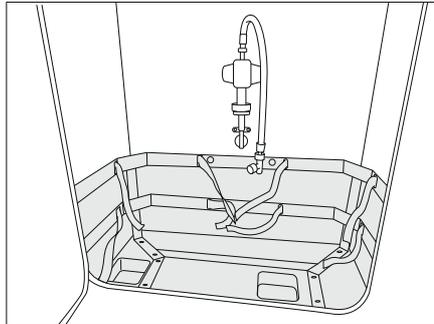
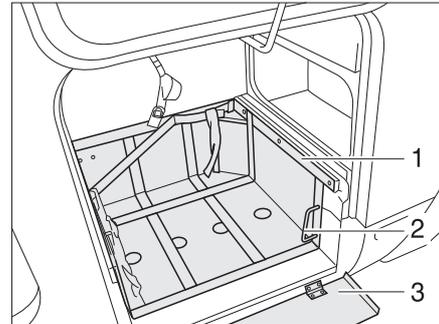

Bild 172 Gaskasten
Bild 173 Gaskasten, mit ausziehbarem Schlitten (Variante 1)
- Wenn ein Schutzblech vorhanden ist, das Schutzblech (Bild 173,3) nach unten klappen.
- Den Schlitten (Bild 173,1) über den Griff (Bild 173,2) entriegeln.
- Schlitten (Bild 173,3) bis zum Anschlag herausziehen.
- Griff (Bild 173,2) zurückdrehen.
- Den Schlitten (Bild 173,3) über den Griff (Bild 173,2) entriegeln.
- Schlitten (Bild 173,3) bis zum Anschlag einschieben und Griff (Bild 172,2) zurückdrehen.
- Wenn ein Schutzblech vorhanden ist, das Schutzblech (Bild 173,1) nach oben klappen.